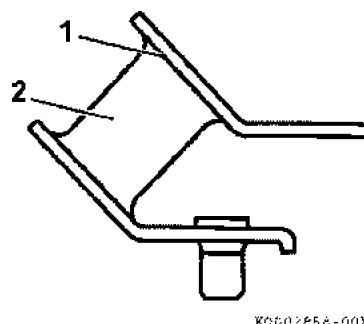

Рисунок 30
1. Проверьте на целостность соединений в местах, где установлены резиновые демпферы (Рисунок 30, (1)).
2. Проверьте резиновый гаситель вибраций (Рисунок 30, (2)) на наличие трещин и деформации. Замените резиновый гаситель вибраций, если у него есть трещины или деформация.